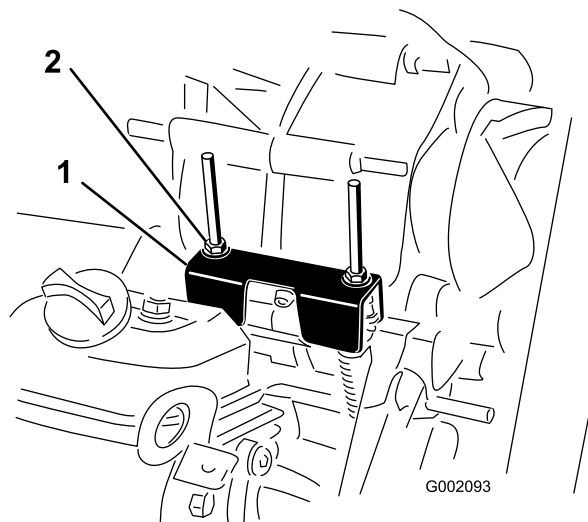

Figura 46
Para realizar operaciones de mantenimiento de rutina y/o diagnósticos del motor, debe ponerse el transeje en PUNTO MUERTO (Figura 46). El selector de marchas
2. Asegúrese de que la pletina de punto muerto está en posición de PUNTO MUERTO (nivelada respecto al soporte de montaje del cable situado debajo del soporte del cambio de marchas) girando el embrague arrastrado (Figura 46).
3. Gire 1 de las contratuercas (Figura 46) para obtener un espacio de 0.762 mm – 1.524 mm (0.030" – 0.060") entre la parte inferior de la tuerca/arandela y la pletina de punto muerto.